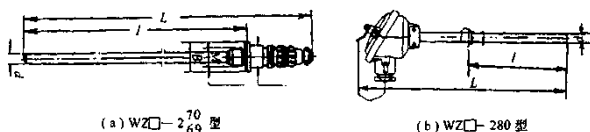

图 1-53 WZ□-269,270,280 型热电阻外形尺寸图
⑥	插入长度	l 单位: mm
(7)外形尺寸:见图 1-53。